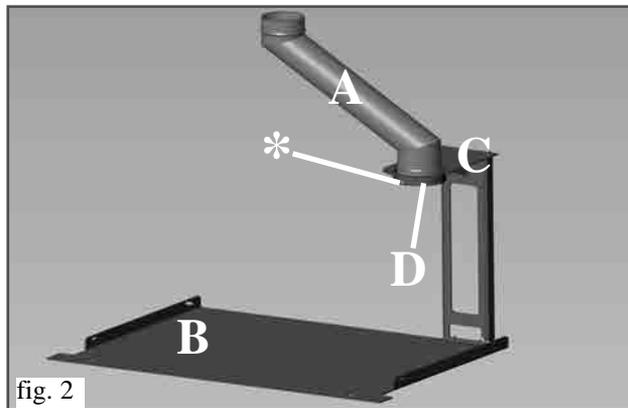

fig. 2
- Entubar el viejo tubo de humos existente con tubo de acero y aplicar en su base el trozo de canal de humo (A) para conectarse a la salida de humos del INPELLET 54 (que resultará desalineado).
- Instalar y fijar con tacos la placa de apoyo (B) en la posición definitiva donde se colocará el insertable.
- Posicionar y fijar (con los pernos suministrados) el estribo (C) de centrado del trozo de canal de humo (A).
- Calzar el trozo de canal de humo en el anillo (D) del estribo (C) apoyándolo en el tornillo (*) fig 2).